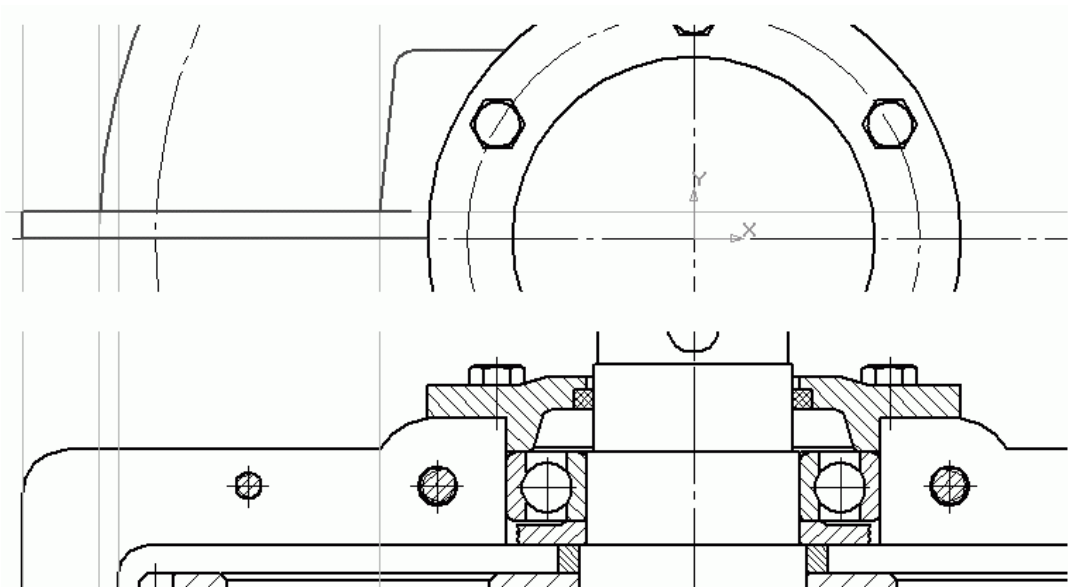

Рис. 2.111. Создание бобышки и ее привязка к виду сверху
3. Сформируйте изображение бобышки (начните с левой бобышки тихоходного вала). Высоту бобышки примите приблизительно равной $\frac{2}{3}$ от радиуса крышки подшипника ведомого вала. Ширина верхней площадки бобышки определяется исходя из того, что на ней должна поместиться головка болта, вставленного в отверстие бобышки. Дорисуйте изображение фланца крышки редуктора, входящего в бобышку. Размеры фланцев определяются в основном конструктивно, поэтому ничего страшного, если у вас на чертеже они получатся немного не так, как показано на рис. 2.111.